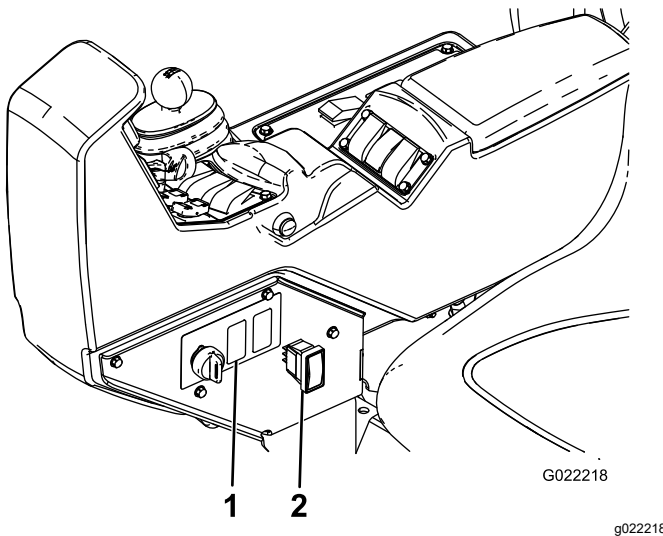

Figura 13
1. En el lateral de la consola del fumigador, localice el tapón del interruptor del depósito de enjuague y retire el tapón (Figura 13).
4. Instale el interruptor en el conector cuadrado, a través de la consola (Figura 13).